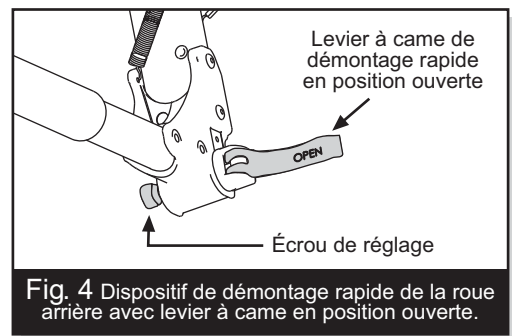
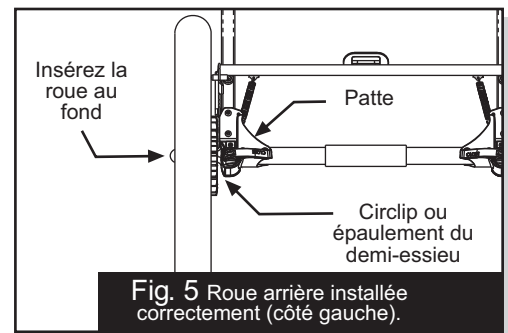
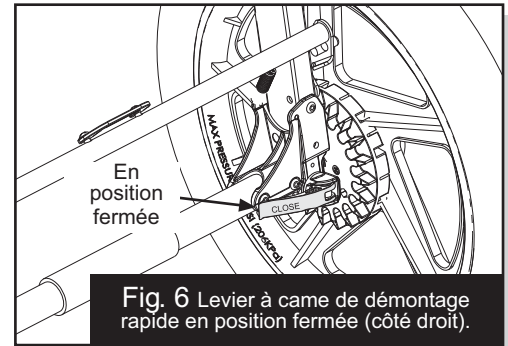

Fig. 4 Dispositif de démontage rapide de la roue arrière avec levier à came en position ouverte.
Fig. 5 Roue arrière installée correctement (côté gauche).
Fig. 6 Levier à came de démontage rapide en position fermée (côté droit).
4. LES ROUES ARRIÈRE : Avant d'installer les roues arrière, placez la barre de freinage en position déverrouillée, tel qu'illustré à la figure 15. Placez le levier à came de démontage rapide de la roue arrière en position ouverte, tel qu'illustré à la figure 4. Insérez le demi-essieu de la roue arrière dans l'orifice qui se trouve à l'arrière de la patte. Si le demi-essieu ne s'insère pas facilement, desserrez à la main l'écrou de réglage du démontage rapide (Fig. 4). Remettez le demi-essieu dans la patte arrière en l'insérant complètement jusqu'à ce que l'épaule du demi-essieu ou son circlip vienne toucher la patte (Fig. 5). Mettez le levier à came de démontage rapide en position fermée (Fig. 6). Le mot « CLOSE » devrait être clairement visible et le levier à came de démontage rapide devrait presque toucher la patte. Lorsque le levier est correctement réglé, il faudra appliquer une force considérable afin de réussir à le fermer (37 à 50 PSI ou 165 à 222 N.m). Si vous ne sentez pas cette résistance (trop lâche ou trop serré), ramenez le levier de démontage rapide en position ouverte (Fig. 4) et réglez l'écrou de réglage (dans le sens des aiguilles d'une montre pour serrer, dans le sens contraire des aiguilles d'une montre pour desserrer). Placez le levier à came de démontage rapide en position fermée (Fig. 6).